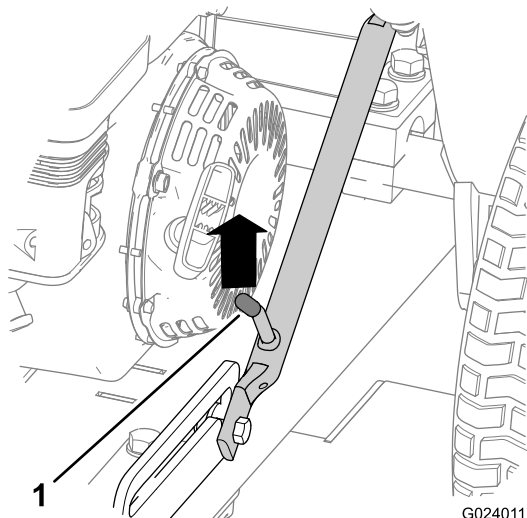

Bild 7
4. Drücken Sie die Anbauvorrichtung nach oben, bis der Sperrhebel aus der Gleitarretierung entriegelt ist (Bild 7).